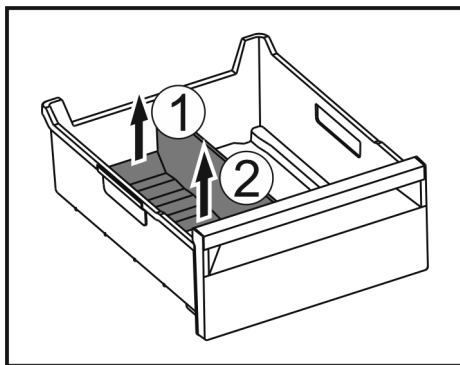

Fig. 231
- Podignite stražnji dio pregrade ladice za led. Fig. 231 (1)
- Izvadite pregradu ladice za led prema gore. Fig. 231 (2)